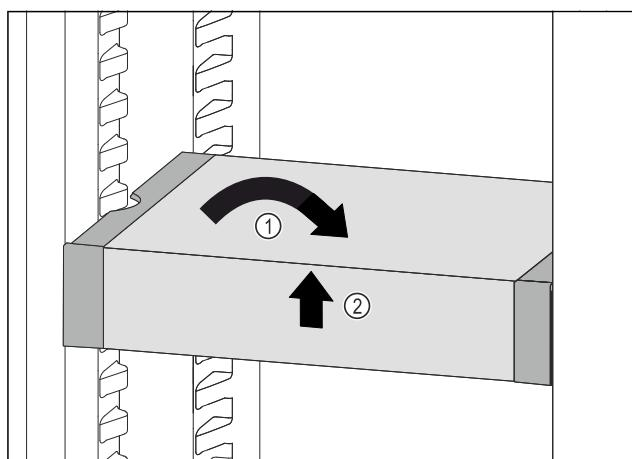

Fig. 100
▶ Изправете VarioSafe. Fig. 100 (1)
▶ Повдигнете VarioSafe отпред. Fig. 100 (2)